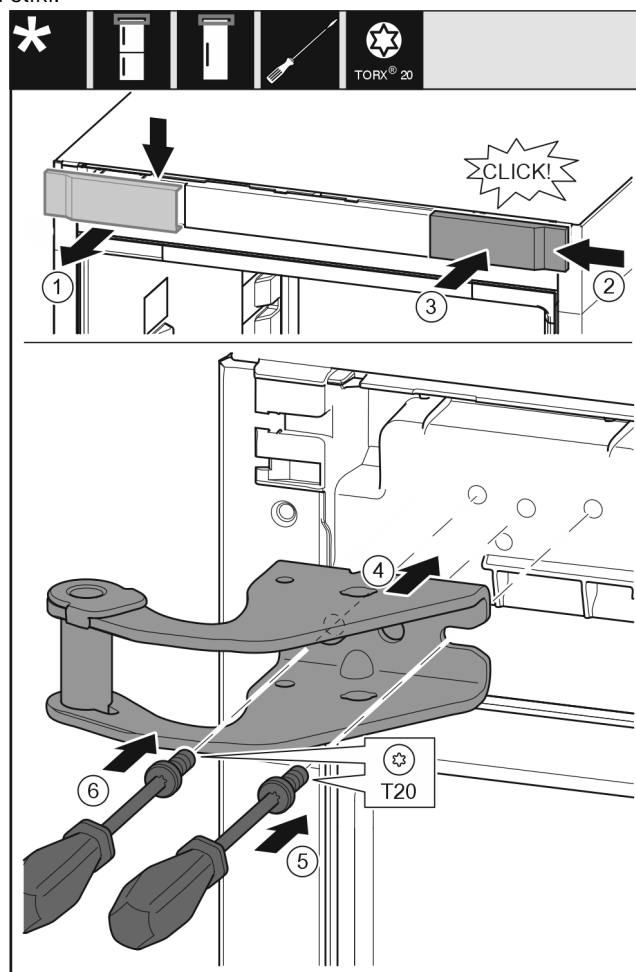

Fig. 31
- ▶ Pokrov snemite od zgoraj v smeri naprej. Fig. 31 (1)
- ▶ Pokrov, obrnjen za 180°, namestite na drugi strani z desne strani. Fig. 31 (2)
- ▶ Zatakните pokrov. Fig. 31 (3)
- ▶ Pristavite zgornji ležajni podstavek. Fig. 31 (4)
- ▶ Vijak vstavite z izvijačem T20 in ga zategnite. Fig. 31 (5)
- ▶ Vijak vstavite z izvijačem T20 in ga zategnite. Fig. 31 (6)